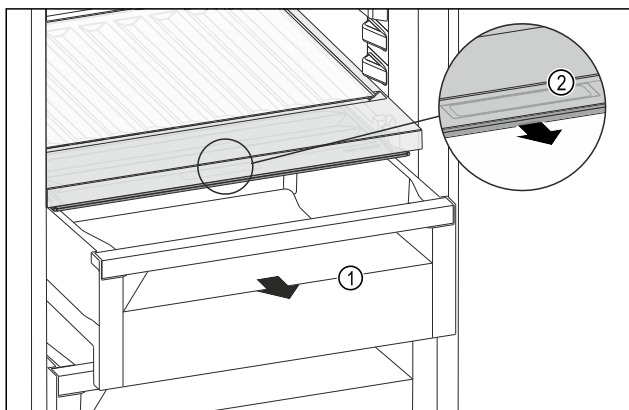

Fig. 93
- Retirer le tiroir Fig. 93 (1).
- Saisir la poignée encastrée Fig. 93 (2) du couvercle du compartiment et tirer le couvercle du compartiment par l'avant.